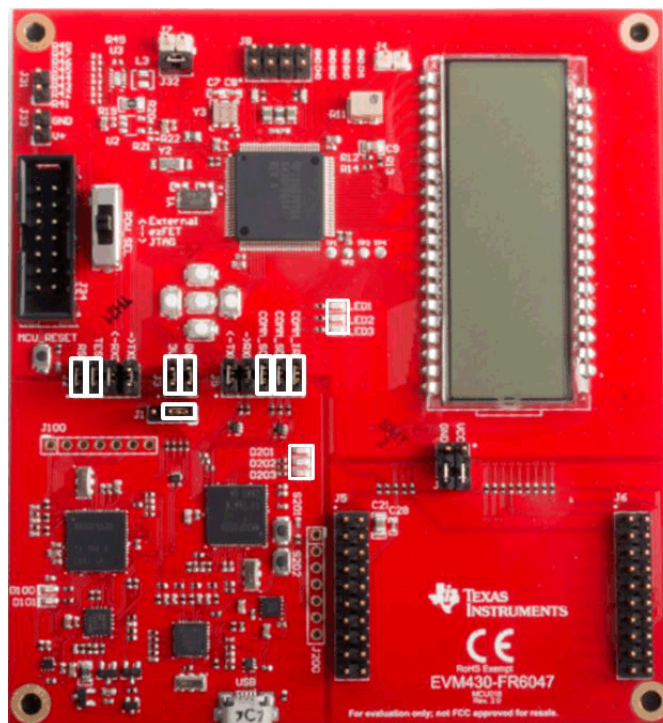

图 2. EVM430-FR6047跳线帽配置
2. 将跳线帽配置为图2所示。与上位机通讯需要连接插排J5上的COMM\_IRQ, COMM\_SDA和COMM\_SCL。对评估版进行烧写程序需要连接插排J2上的TEST和RST。电源选择开关应该选在中间位置（即ezFET供电）。插排J1的跳线帽应在右侧，并且插排J3是用来连接使用USB电源。这些跳线帽的连接位置在图2中已标记为高亮。